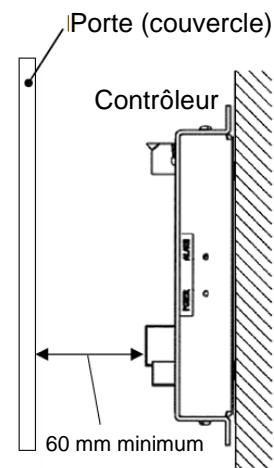

Figure 7
- Évitez de monter le contrôleur à proximité d'une source de vibrations, comme un gros contacteur électromagnétique ou un disjoncteur sur le même panneau. Voir Figure 7.